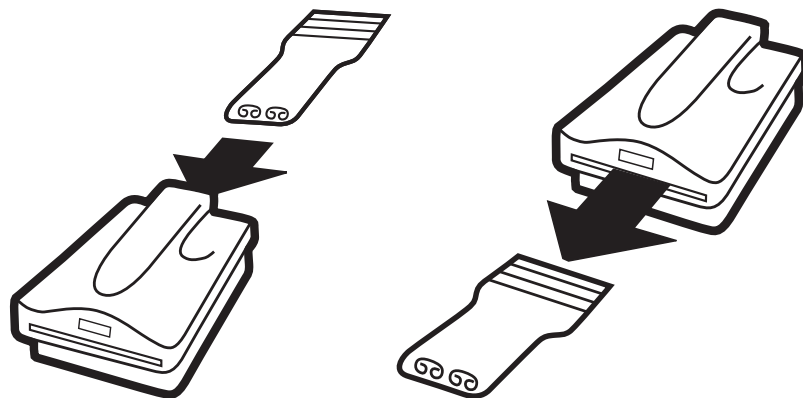

Figura 5
3. Inserire lo strumento dalla parte posteriore dell'unità ed estrarlo completamente dalla parte anteriore (vedere Figura 5).